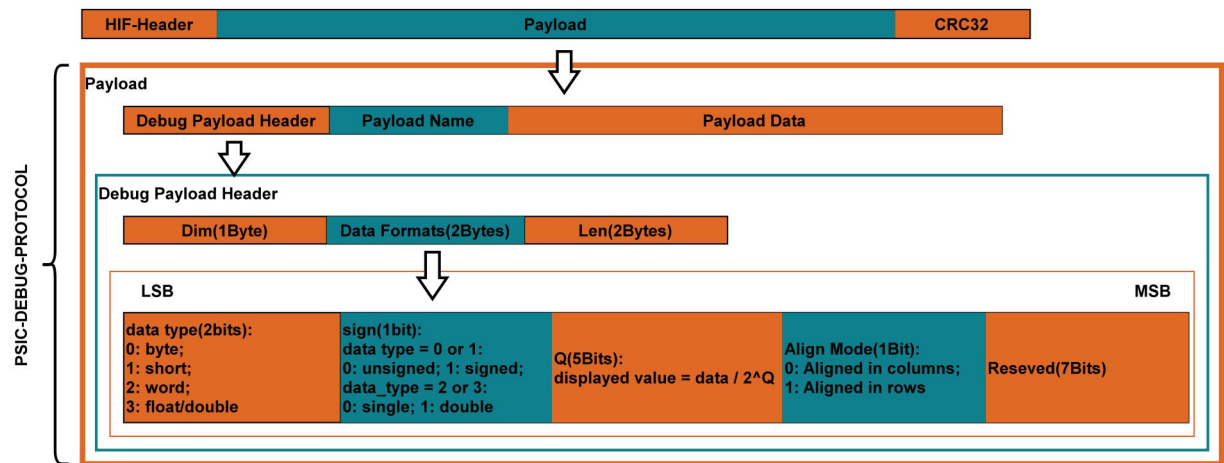

图 5-8 PSIC-调试协议
- C6：MSG_ID，位于图 5-8 中的“HIF-Header”段，使用 PSIC-调试协议上报的数据均为 C6；
- 01 01 00 0B 00：对应图 5-8 中的“Debug Payload Header”；
66 72 61 6D 65 5F 69 6E 66 6F 00: 对应图 5-8 中的“Payload Name”，通过 ASCII 对应为字符串“frame_info”；
60 00 04 00 F4 01 00 19 00 01 40 06 20 00 00 00 07 00 00 00 00 00: 对应图 5-8 中的“Payload Data”，采用小端模式，数据长度等信息都对应上述“Debug Payload Header”。